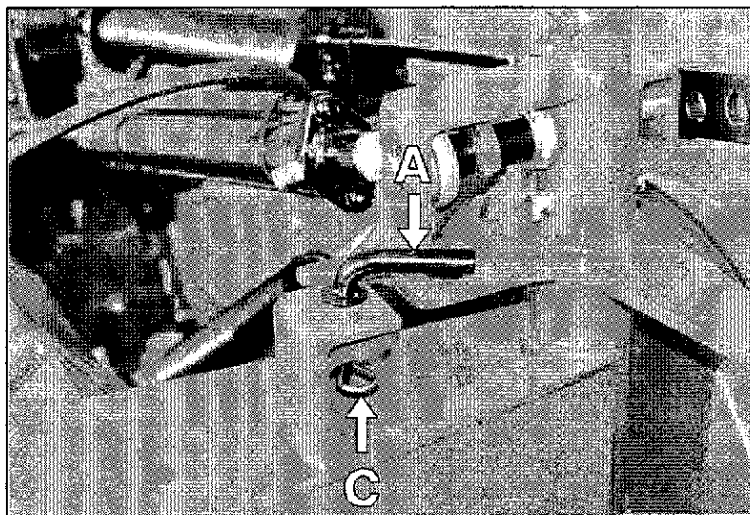

fig.27
2. togliere il chiavistello **A** (fig.27);
4. far ruotare e reinserire il chiavistello **A** (fig.27), bloccandolo con lo spillo di sicurezza **C** (fig.27).
2. remove bolt **A** (fig.27);
4. turn an reinsert the bolt **A** (fig.27) and lock it with the safety clip **C** (fig.27).
2. enlever le verrou **A** (fig.27);
4. faire tourner et remettre en place le verrou **A** (fig.27), en le bloquant avec la goupille **C** (fig.27).
2. Quitar el pestillo **A** (fig.27);
4. Hacer girar y volver a introducir el pestillo **A** (fig.27), bloqueándolo con el pasador de seguridad **C** (fig.27).
2. Den Riegel **A** (Abb.27) entfernen;
4. Den Riegel **A** (Abb.27) drehen und wieder einsetzen und mit dem Sicherheitsstift **C** blockieren (Abb.27).